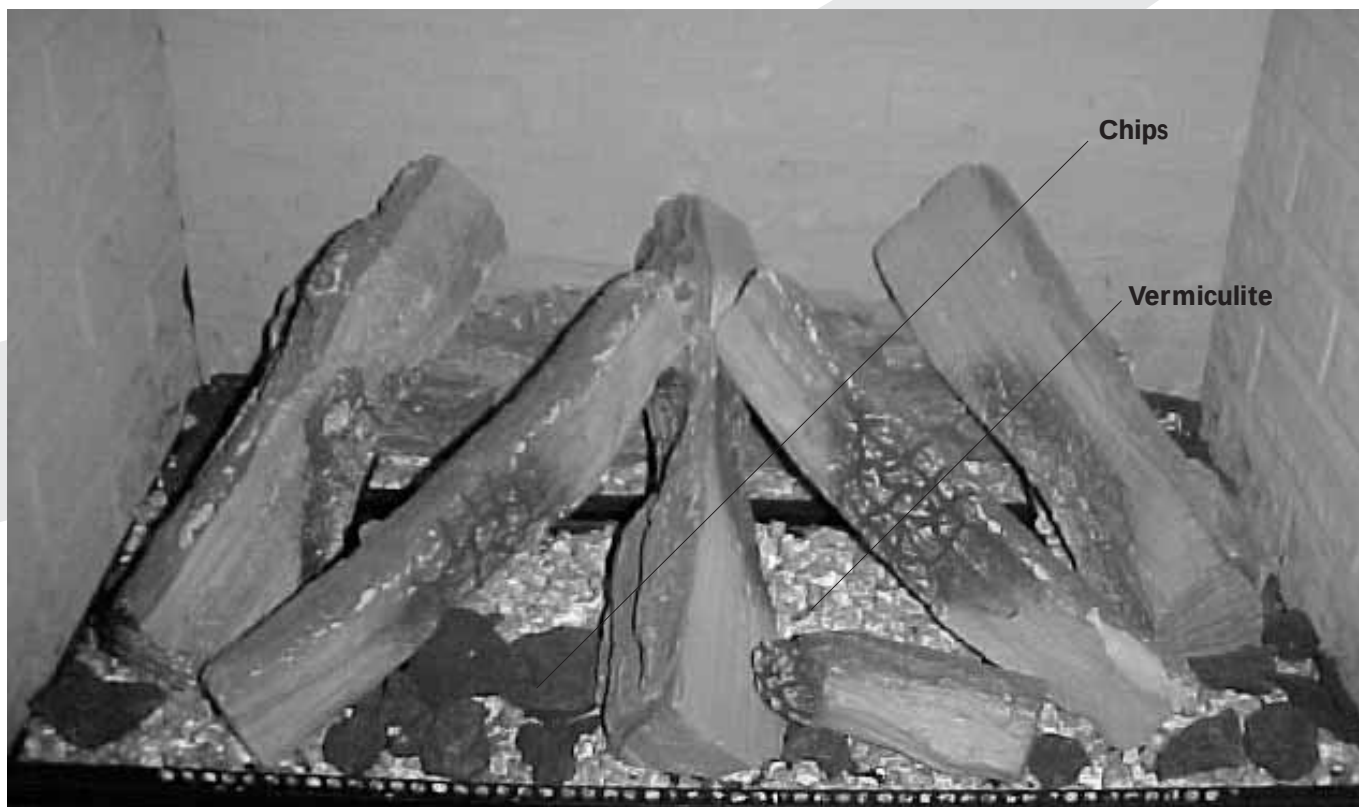

fig. 7
### **Pose des bûches (fig. 7)**
- Placer la grosse bûche contre la paroi du fond, tel qu'indiqué dans la fig. 7.